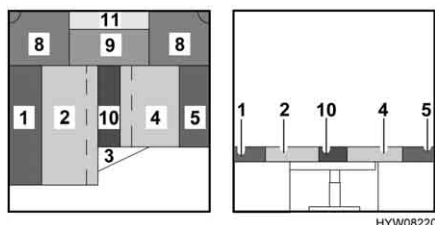

Fig. 62 Dopo la trasformazione
- Posizionare il cuscino aggiuntivo (Fig. 62,10) tra i cuscini del divano (Fig. 62,2 e 4) e il tavolo (Fig. 62,3).
- Piazzare il cuscino aggiuntivo (Fig. 62,11) tra il cuscino del divano (Fig. 62,9) e la parete esterna.